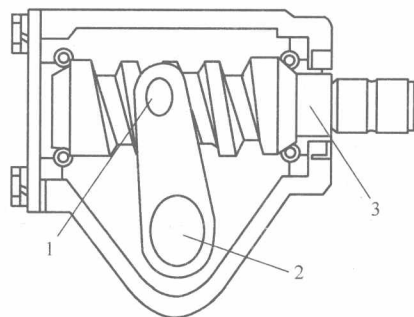

图 2-3 转向器(三)
9. 指出如图 2-3 所示转向器为\_\_\_\_\_式转向器，并指出对应图标的零件名称：